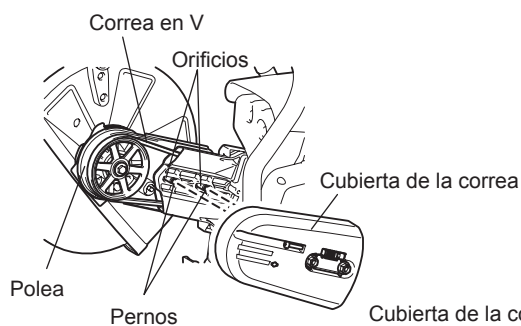

Fig. 6
- (6) Dé la vuelta al accesorio de corte extraído, pase el perno a través del orificio y vuelva a montarlo en la dirección B. Vuelva a montar la correa en V en la polea. (Fig. 6)